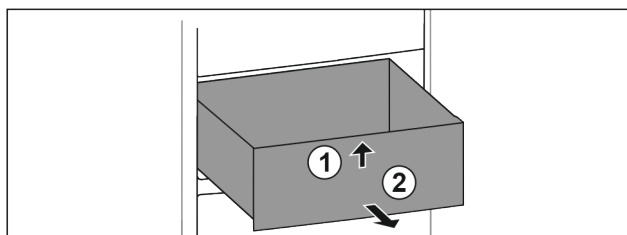

Fig. 16
- ▶ Sollevare dal lato anteriore Fig. 16 (1).
- ▶ Rimuovere tirando in avanti Fig. 16 (2).